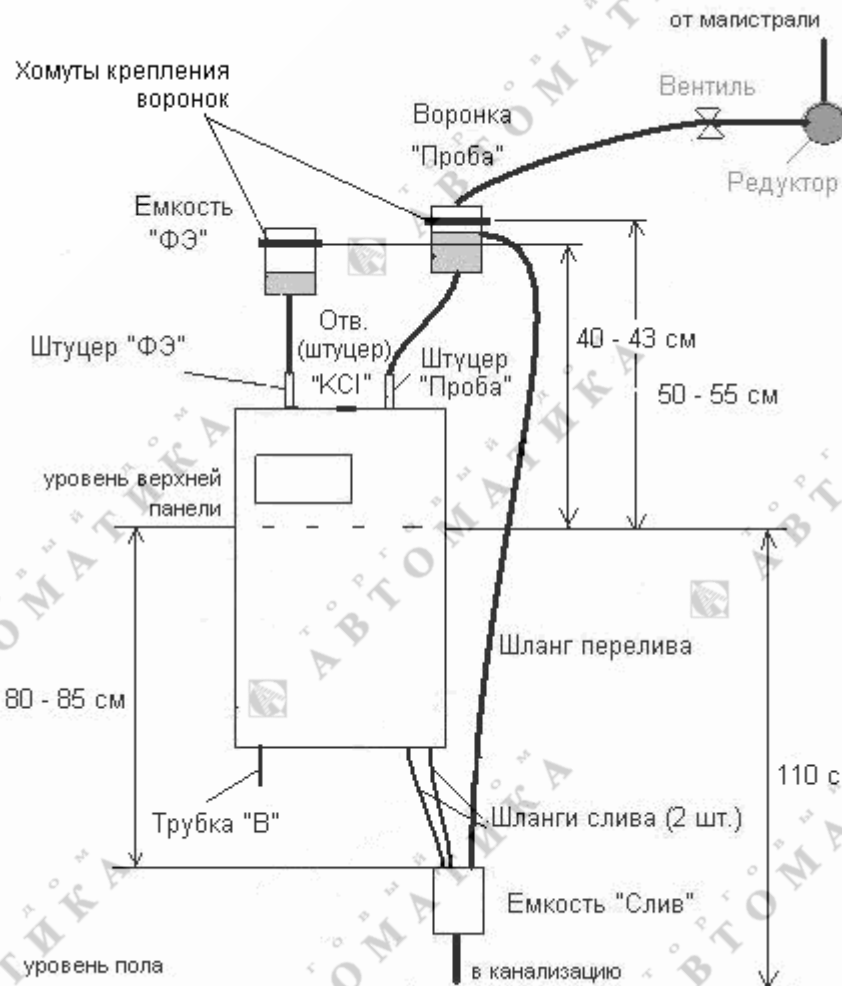
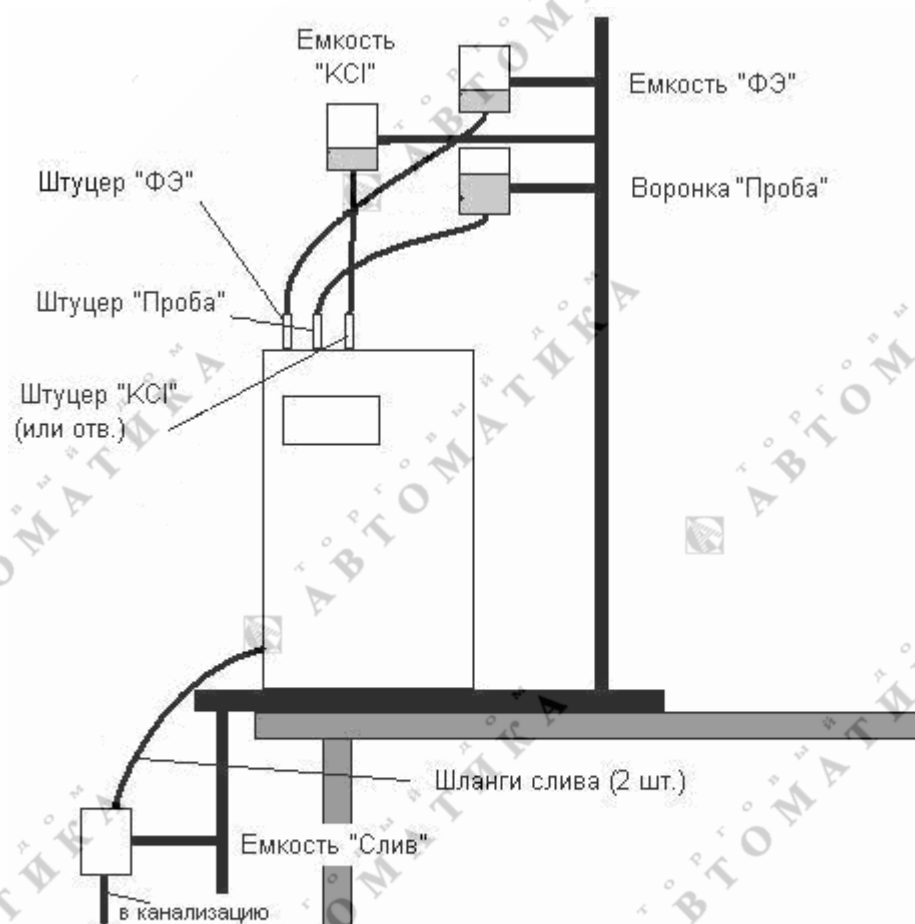

Рисунок 2.1 Монтаж анализатора щитового исполнения
Рисунок 2.2 Монтаж анализатора настольного исполнения
2.3.3 При помощи шприца 20 см³, входящего в комплект поставки, залить раствор хлорида калия в анализатор. Для этого отвинтить пробку от штуцера "КСІ" (рис. 2.1), набрать в шприц раствор КСІ и медленно и аккуратно ввести раствор в анализатор через штуцер "КСІ". Повторить операцию, визуальнo контролируя достижение уровнем раствора нижнего края резьбы пробки. Завинтить пробку. Расход КСІ составляет примерно 1 см³ в сутки.
2.3.4 Закрепить анализатор и емкости с растворами на вертикальном щите или стене (рис. 2.1), используя для этого кронштейны на корпусе анализатора и хомуты для крепления емкостей. Рекомендуемая высота уровня верхних точек крепления корпуса - 110 см от уровня пола. Ёмкость "ФЭ" установить на высоте 40 - 43 см над уровнем верхней горизонтальной панели анализатора, приёмную воронку "Проба" - на высоте 50-55 см, а ёмкость "Слив" - на 80-85 см ниже уровня верхней горизонтальной панели анализатора. Подключить анализатор к напряжению питания 12 В.
Примечание. По запросу заказчика поставляется исполнение для установки на ровную горизонтальную поверхность (рис. 2.2).
По мере расходования фонового электролита его необходимо добавлять в емкость "ФЭ" (рис. 2.1).
По мере расходования раствора KCl для смачивания мембраны раствор необходимо доливать в отверстие "KCl" (рис. 2.1) или в емкость "KCl" (рис. 2.2).